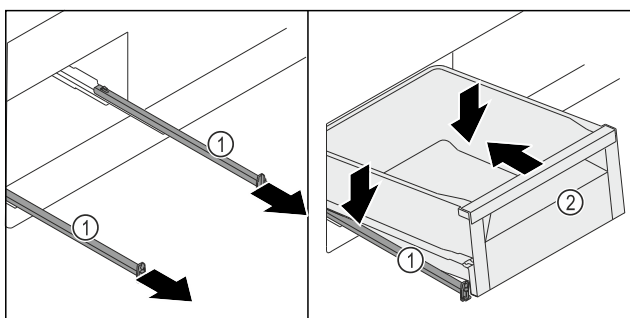

Fig. 128
- Rails Fig. 128 (1) uittrekken.
- Rails Fig. 128 (1) vasthouden en schuiflade Fig. 128 (2) schuin van bovenaf op de rails Fig. 128 (1) plaatsen.
- Schuifvak Fig. 128 (2) op de rails Fig. 128 (1) tot aan de aanslag naar achteren schuiven.